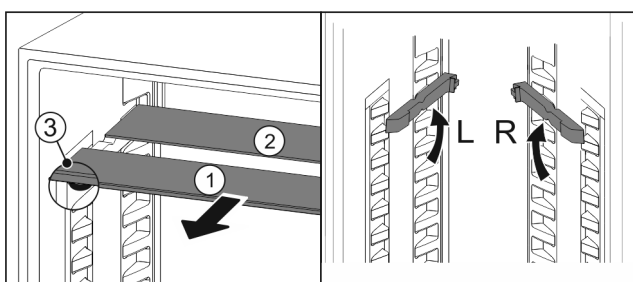

Fig. 57
- ▶ Steklene plošče posamično izvlecite Fig. 57 (1) naprej.
- ▷ Steklена plošča Fig. 57 (1) z okrasno letvijo je spredaj.
- ▷ Zaustavjalniki Fig. 57 (3) so obrnjeni navzdol.